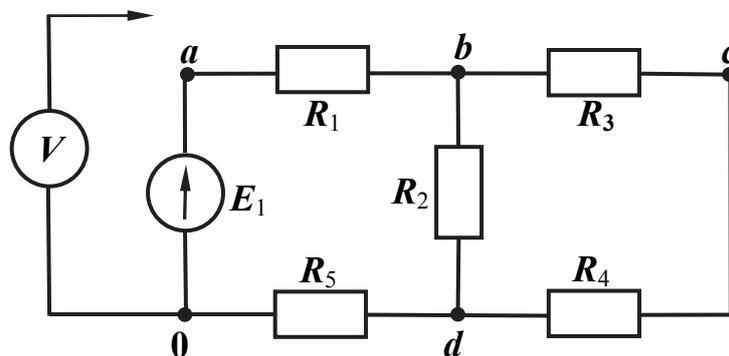

Рис. 9.4
7. Собрать схему электрической цепи (рис. 9.4). Сопротивления  $R_4$  и  $R_5$  выбрать в пределах 47...150 Ом.
9. Используя номинальные данные элементов и напряжение источника  $E_1$ , любым методом рассчитать токи в ветвях исходной схемы (см. рис. 9.4). Определить потенциалы тех же точек, что и при измерениях, и сравнить с результатами измерений, полученными в п.8.